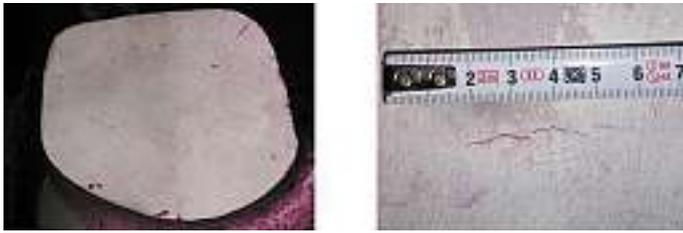

Abb. 14: Anzeigen bei der Farbeindringprüfung (links) und Detailaufnahme von Heißrisen (rechts)
**Abb. 14** zeigt Aufnahmen von der Farbeindringprüfung während der mechanischen Speiserentfernung, **Abb. 15** zeigt das Pilotventil nach vollständiger Entfernung der Gießtechnik im gestrahlten Zustand.
Die von der Oberfläche ins Innere verlaufenden Heißrisse sind durch eine nennenswerte Schwefelaufnahme des Metalls aus dem mit Furanharz gebundenen Formstoff verursacht (siehe **Abb. 14**, rechts). Durch oberflächiges Abschleifen der Gusskontur können derartige Fehler vollständig entfernt werden.